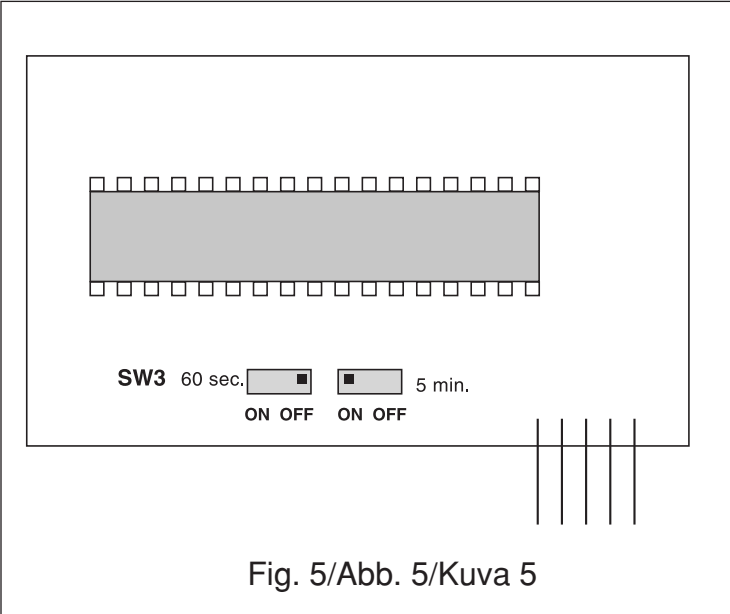

Fig. 5/Abb. 5/Kuva 5
6. Valg af cyklustid (Fig. 5)
6. Cycle time settings (Fig. 5) SW 3 in position OFF will give a 60 sec cycle time (standard setting) SW 3 in position ON will give a 5 min cycle time (1750/2000W)
6. Cycle: (Fig. 5) SW 3 sur OFF = 60 sec. (standard). SW 3 sur ON = 5 min. (1750 / 2000 W).
6. Selección de tiempo de ciclo (Fig. 5) SW 3 en pos. OFF = tiempo de ciclo de 60 segundos (estándar) SW 3 en pos. ON = tiempo de ciclo de 5 minutos (1750/2000W)